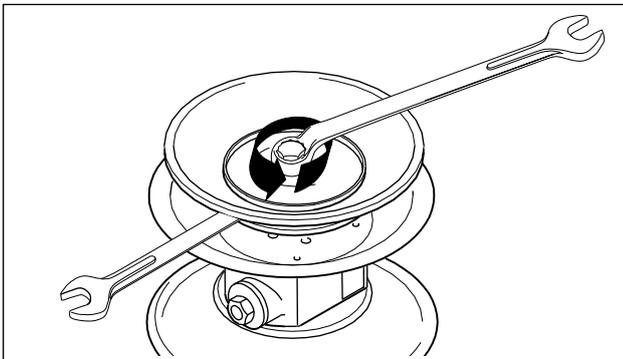
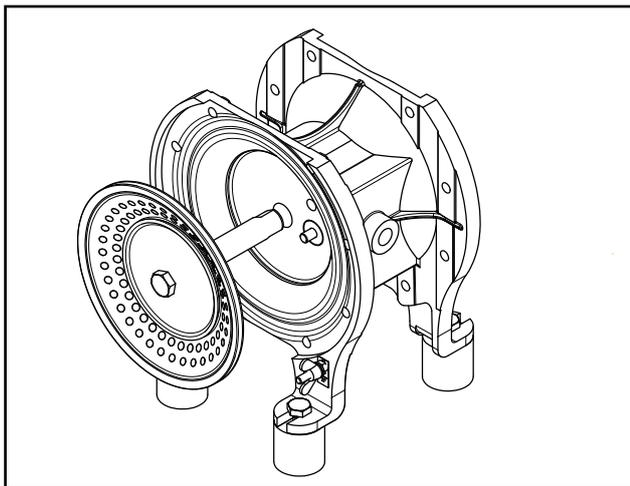

Fig. 10: Soltar a placa de membrana. (Inexistente em membranas nopped E4®)
Abb. 21: Retirar a membrana com a biela
- Soltar a placa de membrana exterior e retirar com a membrana (Fig. 10). Nas bombas de plástico retirar primeiro a capa de plástico (a partir de DL25).
- Soltar a placa de membrana exterior e retirar com a membrana (Fig. 10 e Fig. 21)
- Soltar as membranas, ver Fig. 10 e 21
- A desmontagem das câmaras das bombas, bocais e membranas pode ser realizada com a bomba na vertical no quadro, de modo a simplificar os trabalhos (divergente da Fig. 10)
Ver também 5.3.2.3. Contrariamente à Fig. 21 deve-se desapertar primeiro a placa de membrana. Remover a biela separadamente do bloco de comando.